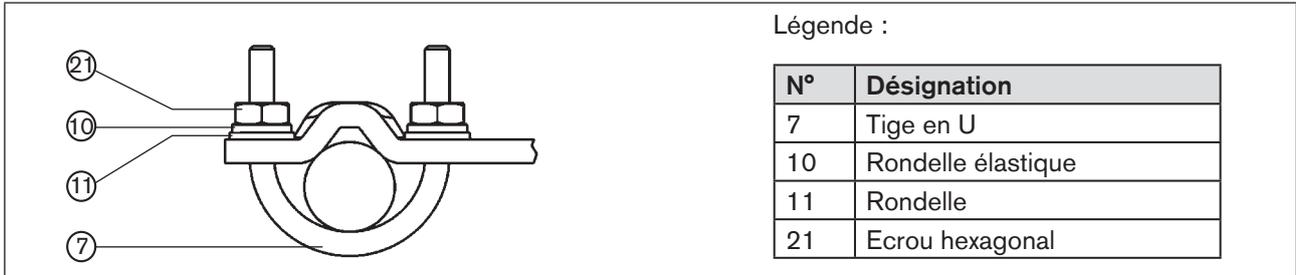

Figure 17 : Fixer le type 8792/8793 avec l'équerre de montage pour les actionneurs avec cadre de fonte
→ Fixer l'équerre de montage avec les tiges en U (7), les rondelles (11), les rondelles élastiques (10) et les écrous hexagonaux sur le portique (21) (voir « Figure 17 »).